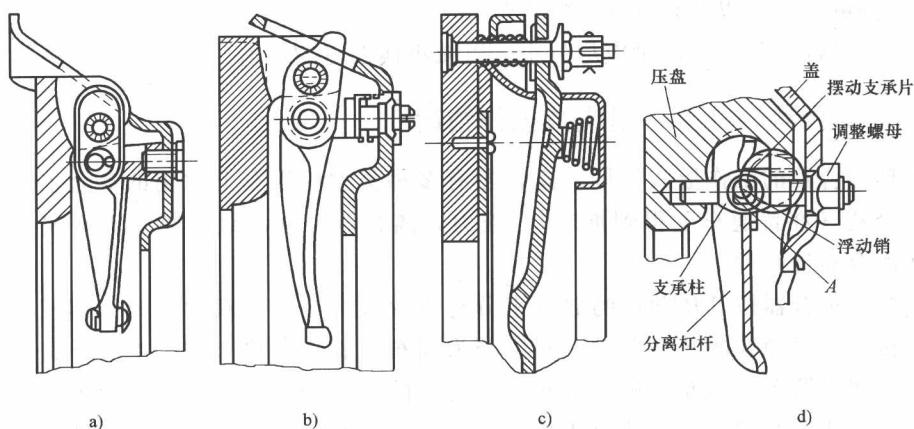

图 1-30 分离杠杆结构
① 分离叉。分离叉与其转轴制成一体，轴的两端靠衬套支承在离合器壳上。
② 分离杠杆。如图 1-30 所示为周布弹簧离合器中常见的分离杠杆结构示意图。如图 1-30a 所示